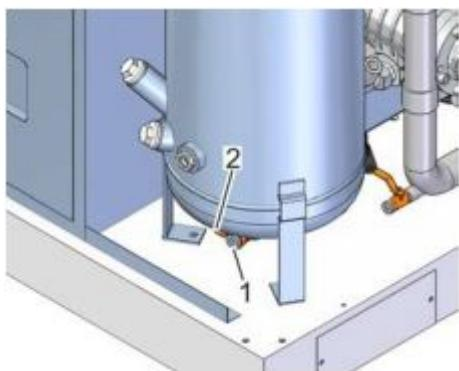

Рис. 34: Отверстие для слива охлаждающей жидкости
5. Аккуратно выкрутите резьбовую пробку (Рис. 34/1).
6. Аккуратно откройте слив хладагента (Рис. 34/2) и проверьте вытекающую жидкость.
8. Закройте слив (Рис. 34/2).
9. Снова закрутите резьбовую пробку (Рис. 34/1).